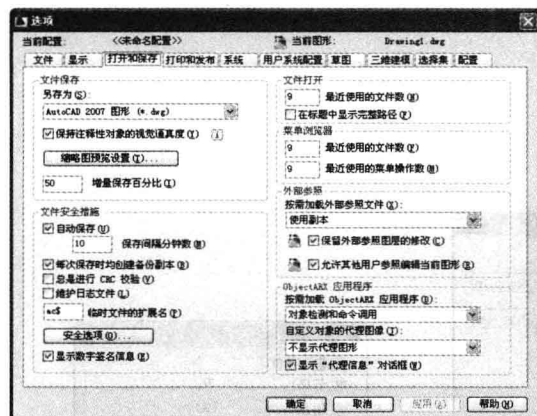

图 1-4 “打开和保存”选项卡
(1) 执行“工具”|“选项”菜单命令,弹出“选项”对话框。
(2) 打开“打开和保存”选项卡，如图 1-4 所示。
(3) 勾选“文件安全措施”中的“自动保存”复选框，在其下方的输入框中输入自动保存的间隔分钟数，建议设置为 10~30min。